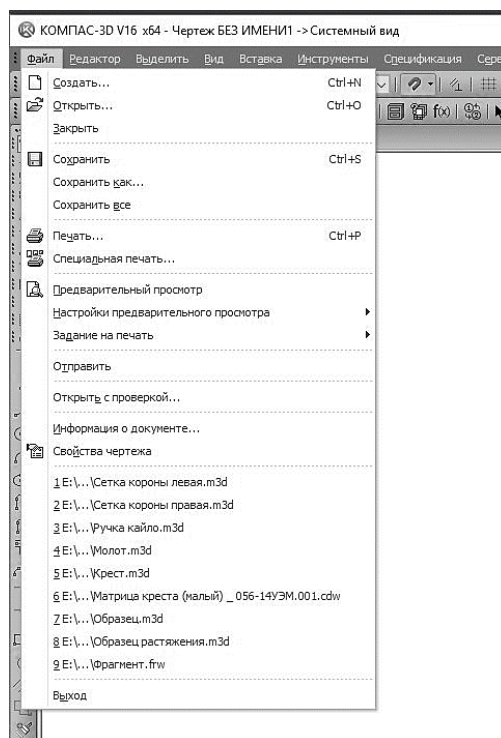

Рисунок 2. Команды меню «Файл»
**Главное меню** расположено в верхней части программного окна, сразу под заголовком. В нем расположены все основные меню системы. В каждом из меню хранятся связанные с ним команды (рис. 2).